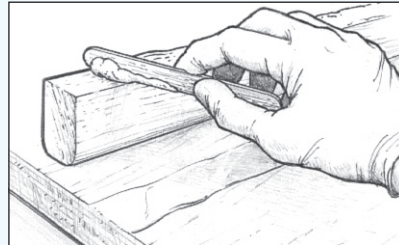

Abbildung 10 Tragen Sie angedicktes Epoxidharz auf eine der Klebeflächen auf.
2. Geben Sie der Harz/Härter-Mischung soviel entsprechenden Füllstoff zu, bis die Mischung dick genug ist um die Vertiefungen der beiden zu verbindenden Oberflächen zu füllen, und harzarme Verbindungen vermieden werden. Tragen Sie die angedickte Mischung gleichmäßig auf **eine** der zu verklebenden Flächen auf. Tragen Sie die Mischung so großzügig auf, dass etwas von der Masse beim Andrücken aus der Klebefuge austritt (*Abbildung 10*).